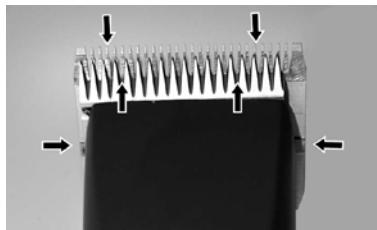

Abb. 22
Für ein gutes Scherergebnis und zur Erhöhung der Lebensdauer der Schermaschine und des Scherkopfes ist eine dünne Ölschicht zwischen dem Ober- und Untermesser unumgänglich (Abb. 22).
- ▶ Schermesser während der Schur ausreichend ölen (mindestens alle 15 Minuten), damit sie nicht trocken laufen (Abb. 22).
Die Messer müssen vor, während und nach jedem Gebrauch geölt werden. Wenn die Messer der Schermaschine Streifen hinterlassen oder sich verlangsamen, ist dies ein sicheres Zeichen, dass Sie Öl benötigen. Einige Tropfen Öl vorne und seitlich auf die Schermesser auftragen (siehe Pfeile Abb. 22). Überflüssiges Öl mit einem weichen, trockenen Tuch abwischen. Schmiersprays enthalten nicht genug Öl für eine gute Schmierung, eignen sich jedoch zur Kühlung der Schermesser. Beschädigte oder gekerbte Messer sofort auswechseln um Verletzungen zu verhindern.